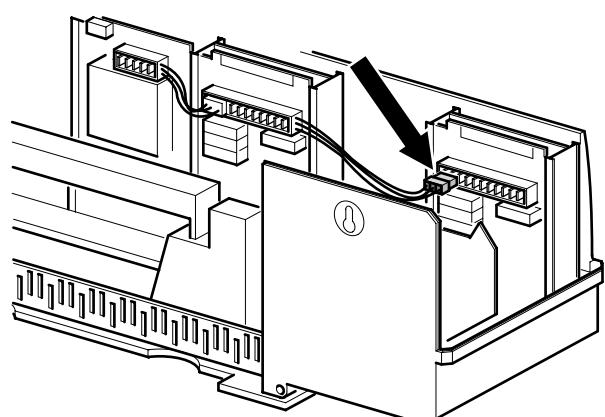

Рис. 5 Подключите напряжение
- Подсоедините штекер 230 V к модулю (рис. 5).